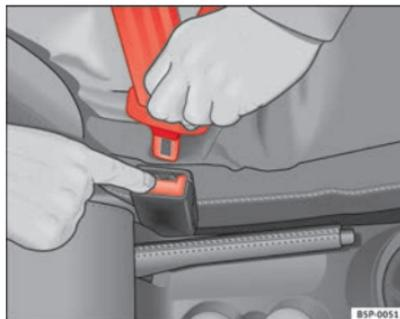

Fig. 15 Sgancio della linguetta dal blocchetto d'aggancio
- Premere il tasto rosso che si trova nel blocchetto d'aggancio ⇒ fig. 15. La linguetta scatta all'infuori ⇒ ⚠.